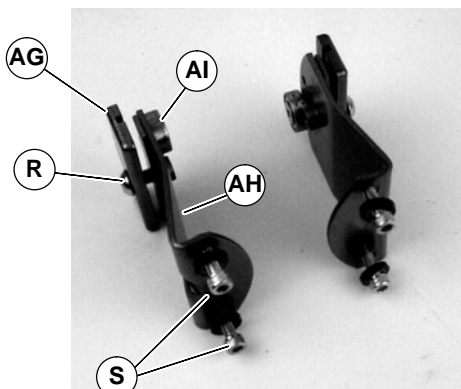

Figure 21
- Bauteile zusammentragen (Abbildung 21).